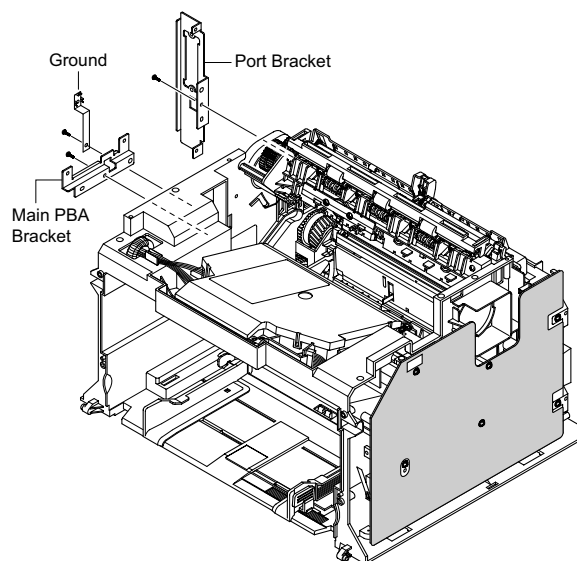

Рисунок 1
4. Если требуется, снимите кронштейн порта, кронштейн главной платы и заземление, рисунок 1.